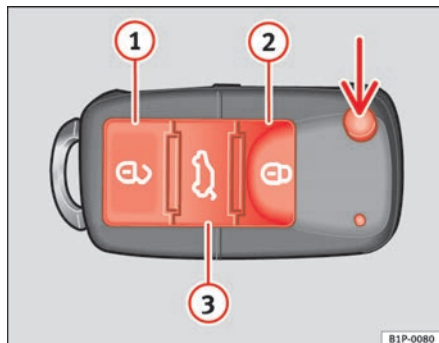

Fig. 64 Teclas de la llave con mando a distancia
Con la tecla  $\Rightarrow$  fig. 64 (flecha) del mando, se desbloquea el paletón de la llave.
Desbloqueo del vehículo  $\Rightarrow$  fig. 64 ①.
Bloqueo del vehículo  $\Rightarrow$  fig. 64 ②.
Desbloqueo del portón trasero. Pulse la tecla  $\Rightarrow$  fig. 64 ③ hasta que todos los intermitentes del vehículo parpadeen brevemente. Al pulsar la tecla de desbloqueo  $\Rightarrow$  fig. 64 ③, dispone de 2 minutos para abrir el portón. Una vez transcurrido este tiempo se bloqueará de nuevo.
Además, el testigo de la pila de la llave  $\Rightarrow$  fig. 64, parpadea.
Pulsando una vez la tecla  $\Rightarrow$  fig. 64 ①, se abrirá sólo la puerta del conductor, permaneciendo el resto cerradas.
Pulsando dos veces la tecla  ⇒ página 105, fig. 64 , se desbloquearán todas las puertas.
⇒ **página 105, fig. 64** desde la cerradura de la puerta del conductor.